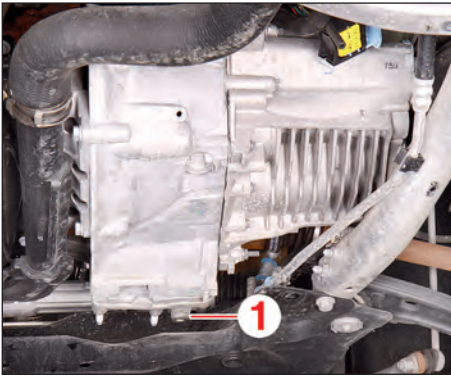

FIG.1
- le bouchon de vidange (1) (Fig.1).
- Reposer le bouchon de vidange (1) avec un joint neuf.